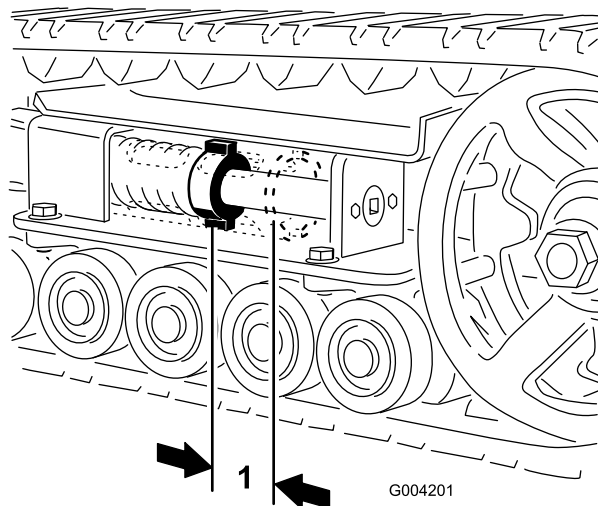
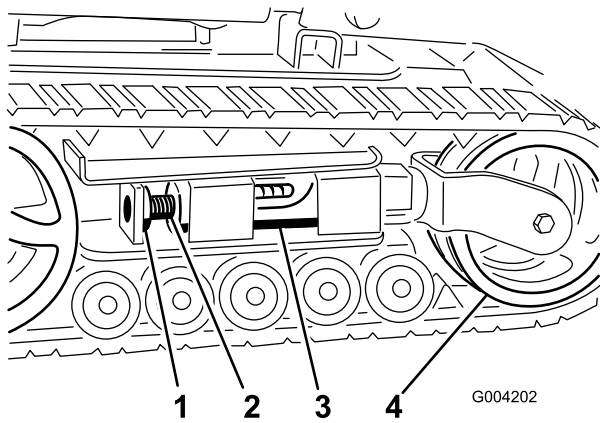
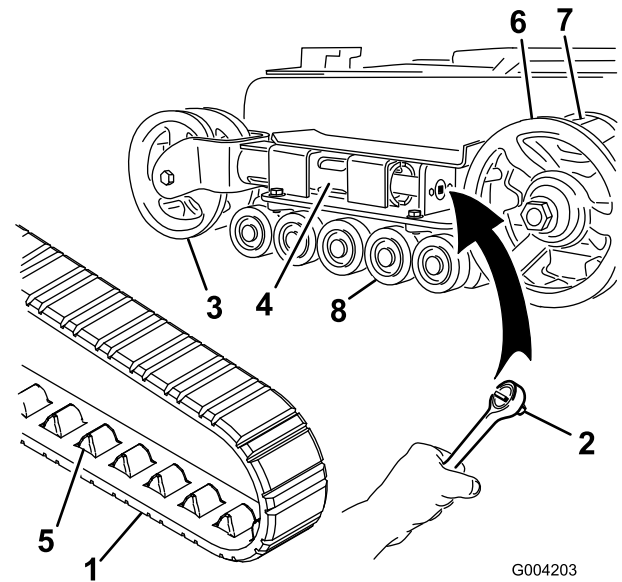
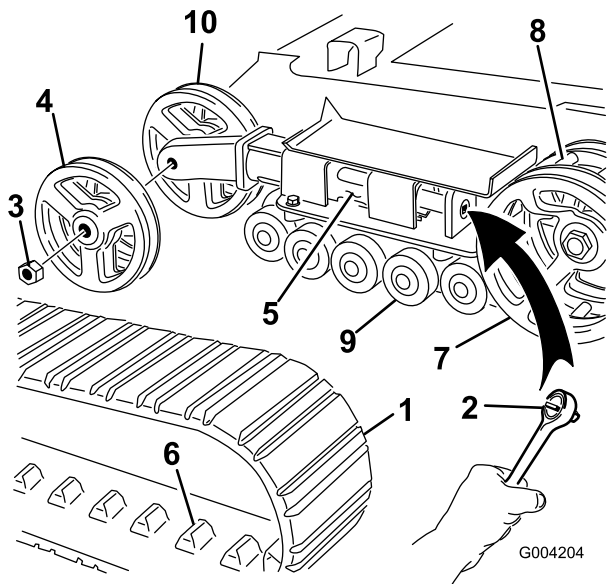

Figure 44
Figure 45
Figure 46
Figure 47
L'écrou de tension et l'arrière du tube de tension doivent être distants de 7 cm (Figure 44). Si ce n'est pas le cas, réglez la tension des chenilles comme suit :
3. Enlevez le boulon et l'écrou de blocage (Figure 45).
4. À l'aide d'un entraînement carré de 13 mm (1/2 po) (Figure 46), tournez la vis de tension dans le sens antihoraire jusqu'à obtention d'un espacement de 7 cm entre l'écrou de tension et l'arrière du tube de tension (Figure 44).
5. Alignez l'encoche la plus proche dans la vis de tension avec le trou du boulon de blocage et fixez la vis avec le boulon et l'écrou de blocage (Figure 45).
4. À l'aide d'un entraînement carré de 13 mm (1/2 po), tournez la vis de tension dans le sens horaire pour détendre la transmission (Figure 45 et Figure 46).
5. Poussez la roue de tension vers l'arrière de la machine pour appuyer le tube de fourche contre le châssis (Figure 46). (S'il ne touche pas le châssis, continuez de tourner la vis de tension jusqu'à ce qu'il le touche).
7. Lorsque la chenille est déchaussée, retirez-la du pignon d'entraînement et des galets de roulement (Figure 46).
8. Pour installer la chenille neuve, commencez par l'enrouler autour du pignon d'entraînement, en veillant à ce que les crampons s'engagent correctement entre les entretoises du pignon (Figure 46).
9. Poussez la chenille sous et entre les galets de roulement (Figure 46).
11. Tournez la vis de tension dans le sens antihoraire, de manière à obtenir un écartement de 7 cm entre l'écrou de tension et l'arrière du tube de fourche (Figure 44).
4. À l'aide d'un entraînement carré de 13 mm (1/2 po), tournez la vis de tension dans le sens horaire pour détendre la transmission (Figure 45 et Figure 47).
5. Poussez la roue de tension vers l'arrière de la machine pour appuyer le tube de tension contre le châssis (Figure 47). (S'il ne touche pas le châssis, continuez de tourner la vis de tension jusqu'à ce qu'il le touche).
6. Retirez l'écrou de fixation de la roue de tension extérieure et déposez la roue (Figure 47).
7. Déposez la chenille (Figure 47).
8. Retirez l'écrou de fixation de la roue de tension intérieure et déposez la roue (Figure 47).
12. Posez la roue de tension intérieure et fixez-la avec l'écrou retiré précédemment (Figure 47).
14. Posez la chenille neuve en prenant soin que les crampons s'engagent entre les entretoises au centre du barbotin (Figure 47).
15. Posez la roue de tension extérieure et fixez-la avec l'écrou retiré précédemment (Figure 47).
17. Tournez la vis de tension dans le sens anti-horaire, de manière à obtenir un écartement de 7 cm entre l'écrou de tension et l'arrière du tube de tension (Figure 44).